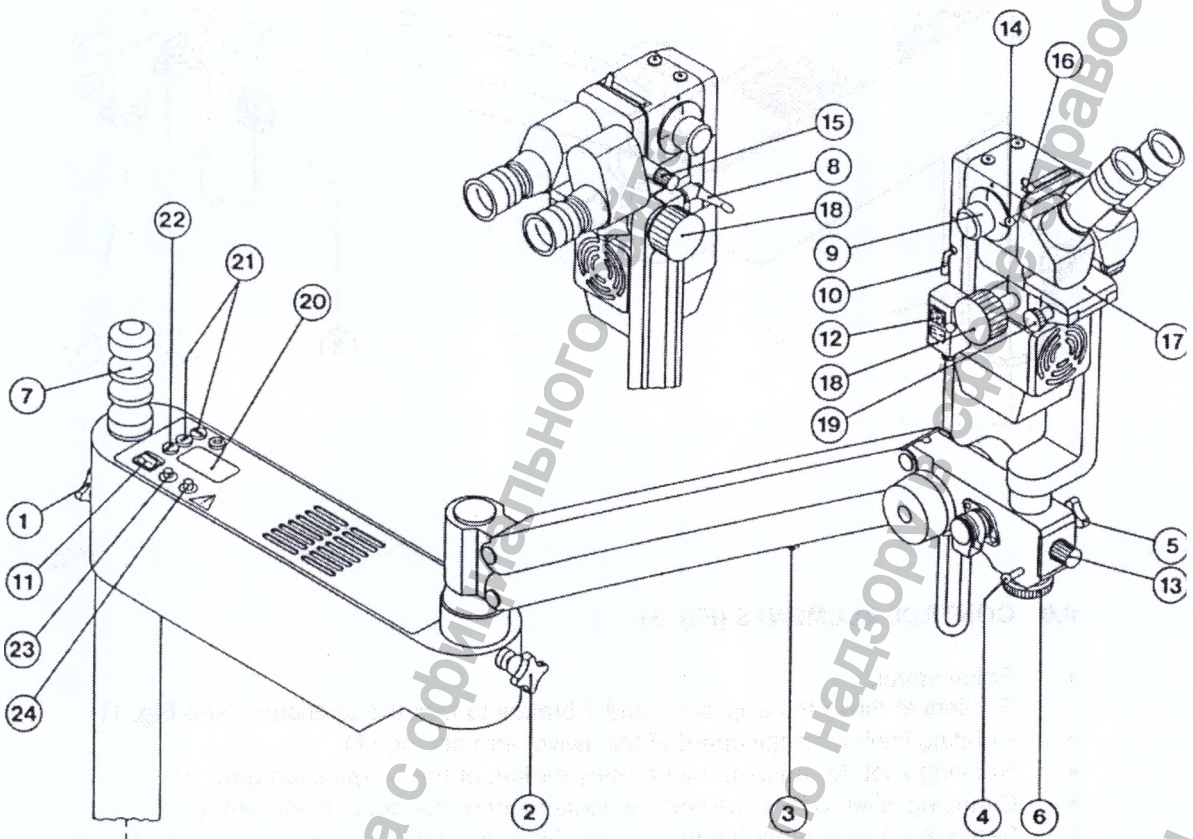

Рис. 5
6.0 Элементы управления (Рис.5)